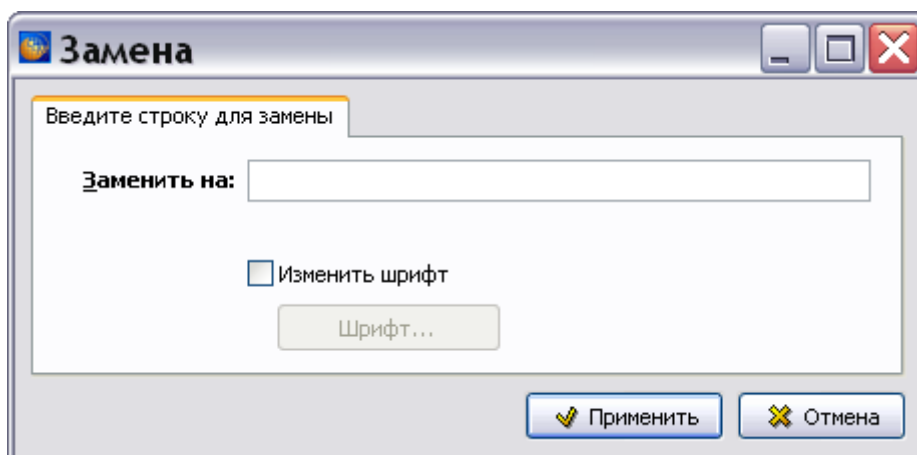

Рис. 21.184
- **Замена.** Для замены найденного контекста выделите строку (строки) в таблице результатов и нажмите на кнопку **Заменить**. В окне **Замена** (Рис. 21.184) введите строку для замены. Для замены текста, набранного специальными шрифтами, на юникод имеется функция выбора шрифта для заменяемого фрагмента. Установите флаг у параметра **Изменить шрифт**, в появившемся окне **Шрифт** выберите шрифт и нажмите на кнопку **Применить**.